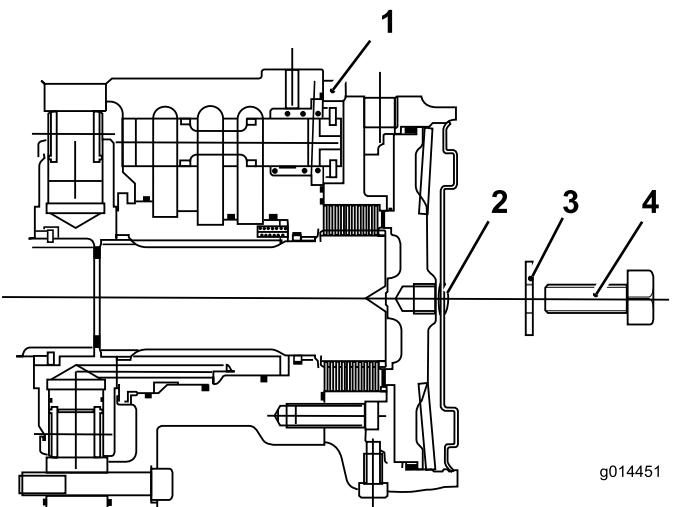

Figura 38
- C. Monte o tampão hexagonal na placa da extremidade do motor (Figura 38).